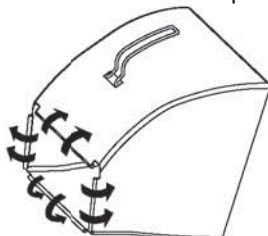

Fig.9
- > Insérez le cadre dans le bac de récupération du gazon [06] et attachez la pince en caoutchouc au cadre métallique [Fig. 9].